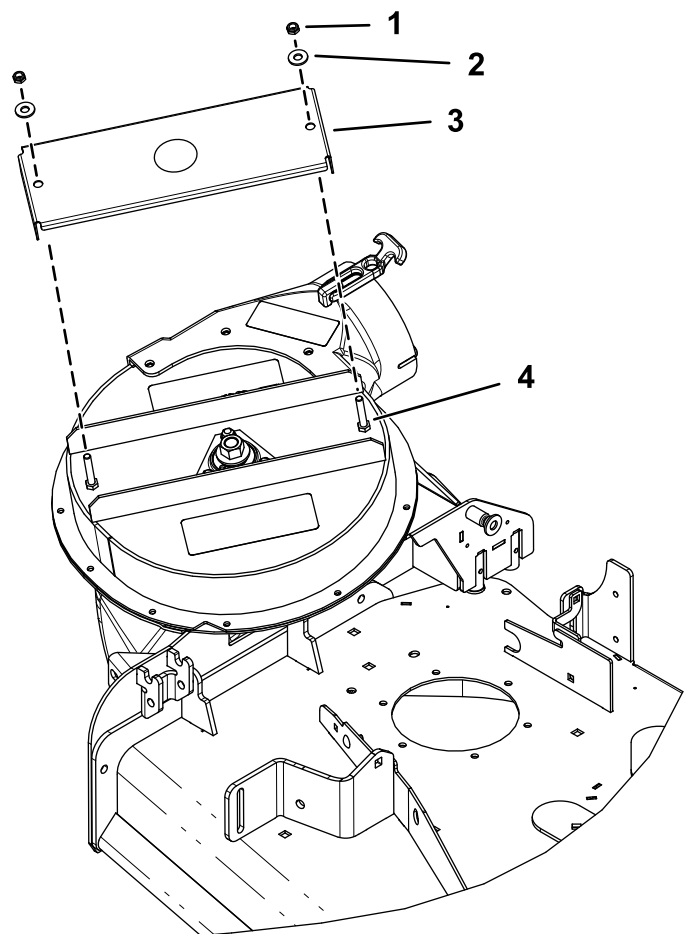

Bild 10
1. Entfernen Sie die beiden Muttern und Unterlegscheiben, mit denen die Wellenabdeckung am Gebläse befestigt ist (Bild 10).
2. Nehmen Sie die Wellenabdeckung ab und werfen sie weg (Bild 10).